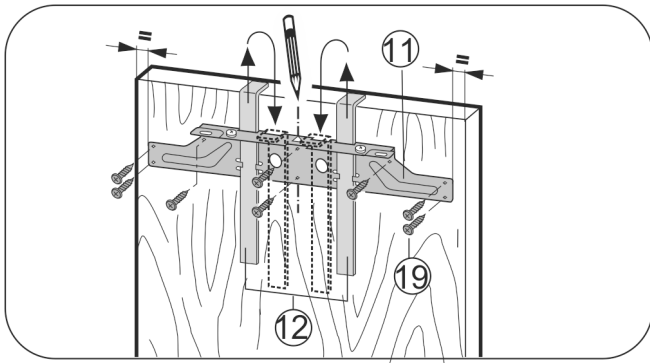

Fig. 26
- ▶ Траверсу кріплення Fig. 26 (11) разом з засобами для монтажу Fig. 26 (12) приладняйте на внутрішню сторону дверцят шафи.
- ▶ Вирівняйте траверсу кріплення Fig. 26 (11) на дверцятах посередині.
- ▶ скріпіть траверсу кріплення Fig. 26 (11) не менш ніж 6 гвинтами Fig. 26 (19).
- ▶ скріпіть траверсу кріплення Fig. 26 (11) 4 гвинтами Fig. 26 (19) по краю.
- ▶ Засоби монтажу Fig. 26 (12) підніміть вгору та вкрутіть у розташовані поруч отвори.